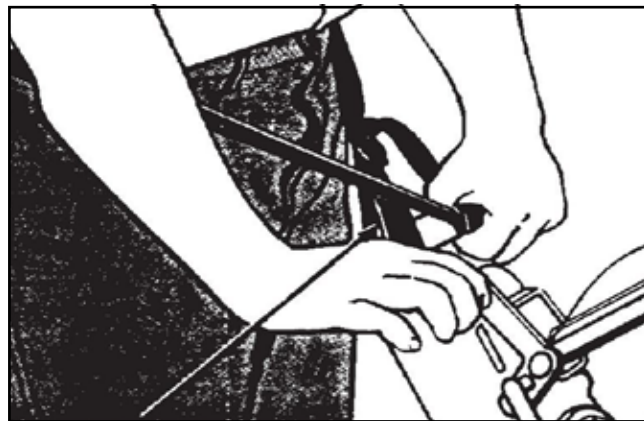

Figure 13
- b. Croisez les bretelles à la taille. (voir Figure 13)
8. Découpez progressivement au point de terminaison en relâchant le tambour à l'aide du levier de commande. (voir Figure 13)